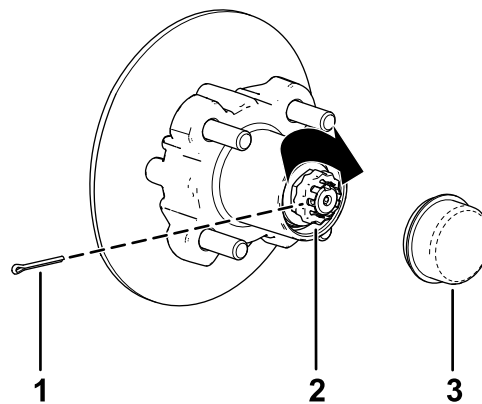

图 36
8. 将卡环安装到螺母上检查卡环内的槽与主轴上开口销孔的对齐情况图 36。
9. 安装开口销并扳弯卡环周边的各个腿图 36。
10. 将防尘盖安装到轮毂上图 36。